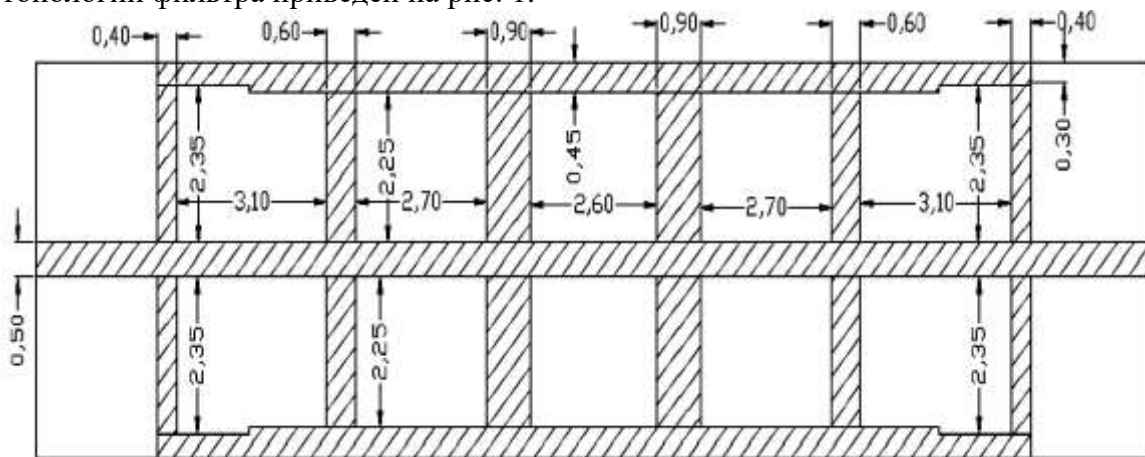

Рис. 1
1. С использованием САПР Microwave Office произвести моделирование микрополоскового ППФ на шлейфах в диапазоне частот от 4 до 16 ГГц. Построить на одном графике частотные зависимости  $S_{21}$  и КСВн. Определить полосу пропускания фильтра. Внешний вид топологии фильтра приведен на рис. 1.